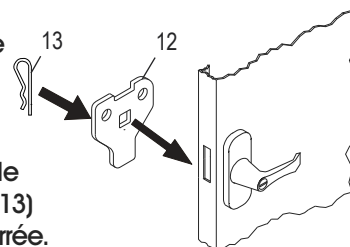

Figure 11
- Tournez la poignée en position ouverte et placez la came de verrouillage (12) sur la tige carrée de la poignée de porte. La came de verrouillage doit être orientée vers le bas, comme illustré. (Voir Figure 11)